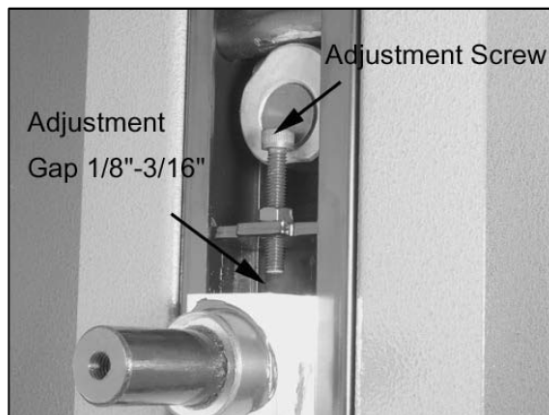

Рисунок 7-11
4. Поворачивайте регулировочный винт (рис. 7-11) до тех пор, пока зазор между винтом и шарниром вала колеса не составит от 3,17 мм (1/8 дюйма) до 12,7 мм (3/16 дюйма).